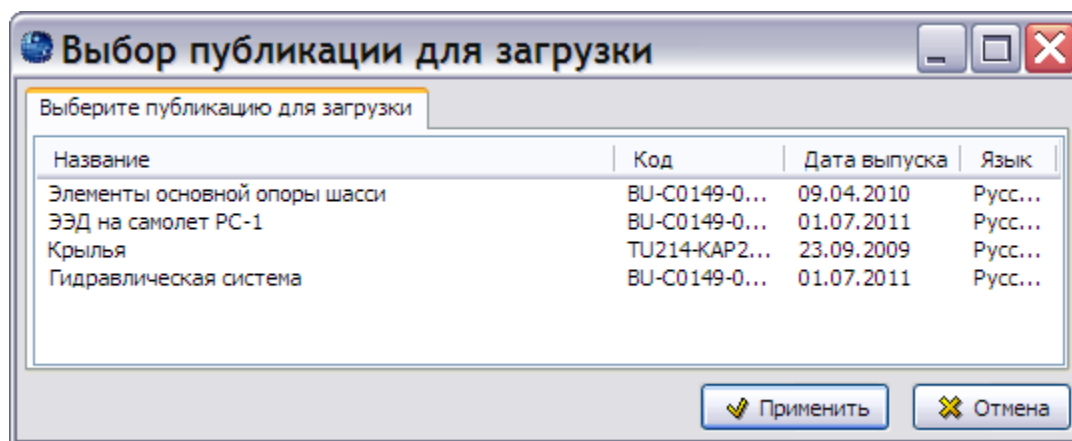

Рис. 216
3. Запустите файл TGBrowser.exe, после этого откроется окно **Выбор публикации для загрузки** (Рис. 216).
Для перехода к просмотру другой публикации нажмите на кнопку **Выбор публикации** , которая появляется на панели инструментов при просмотре мультипубликаций, или нажмите комбинацию клавиш CTRL+ALT+S. В открывшемся окне **Выбор публикации для загрузки** выделите публикацию для просмотра и нажмите на кнопку **Применить** (Рис. 216).